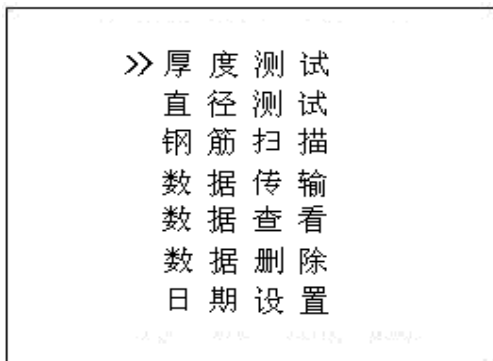

图 4-2 功能选择界面
**4.2 功能选择界面** 在开机界面，按任意键进入功能选择界面如图4-2。